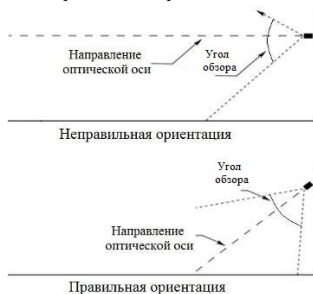

Рисунок 3 – Установка извещателя по отношению к горизонту
- Извещатель должен быть нацелен на объект по нисходящей под углом к горизонту (см. рис. 3).